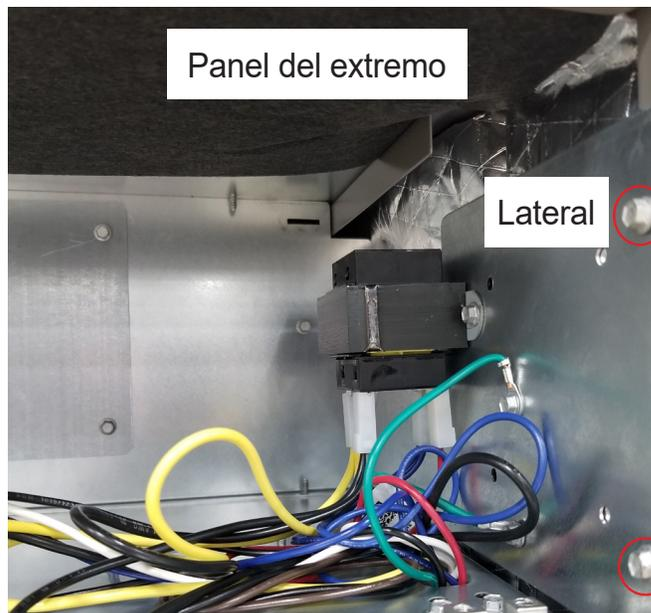

FIGURA 3. Conexiones eléctricas (configuración de flujo ascendente)
- 1 - Quite los dos tornillos que sujetan el panel de control al gabinete. Ver la Figura 3. Deslice y quite el panel.